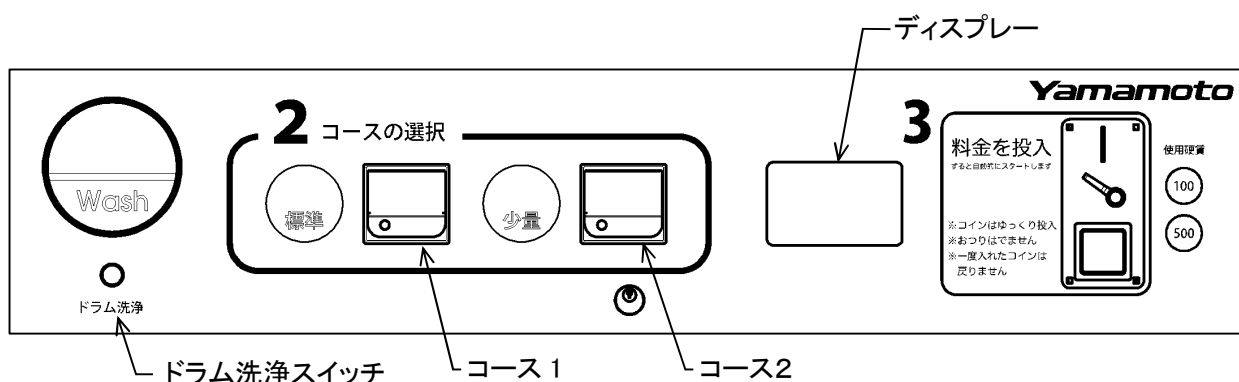

図7-1
7. 1. 1 操作パネルの説明(図7-1)
- 2) コース選択スイッチを押し、コースを選択します。(図7-1)